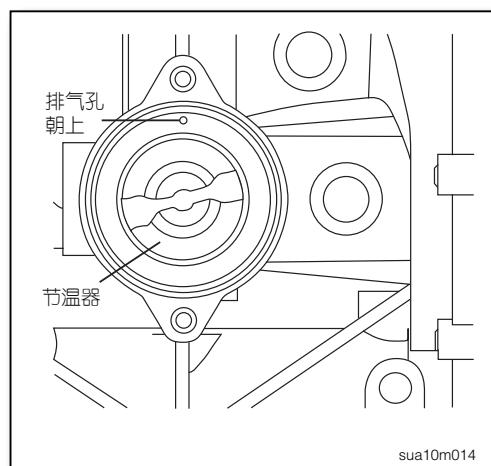

图2
2. 将节温器上的排气孔朝上，放置在缸体节温器座面上(如图2)。